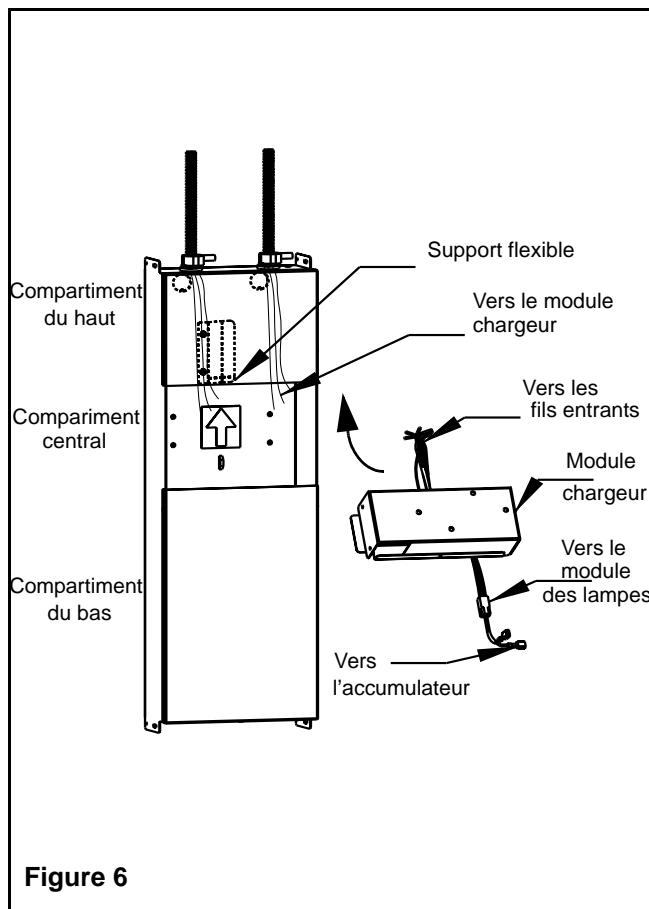

Figure 6
### Installation du module chargeur (Figure 6)
9. Placez le module chargeur, avec les fils sortant du côté droite, dans le boîtier encastré. Entrez le module avec un angle, pour dégager le support flexible. Glissez ensuite le module le vers le haut jusqu'à ce qu'il soit bloqué par le support flexible (Figure 6).